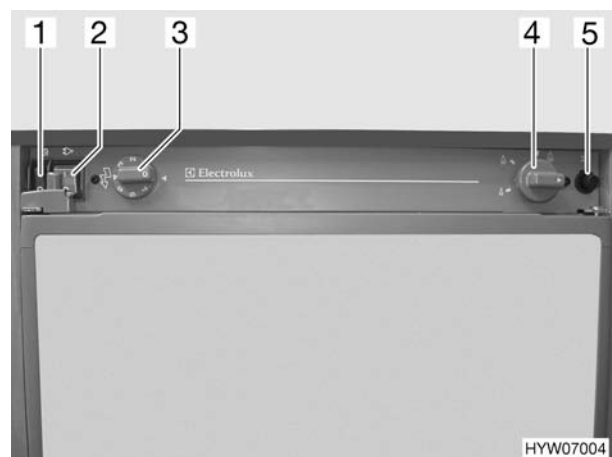

Fig. 72 Elementi di comando del frigorifero
- Posizionare l'interruttore a 230 V  (Fig. 72,2) su "0".
- Posizionare l'interruttore a 12 V  (Fig. 72,1) su "I".
- Ruotare il pomello girevole (Fig. 72,4) in posizione Fiamma alta , premerlo e tenerlo premuto finché il gas non arriva al bruciatore.
- Premere il pulsante di accensione (Fig. 72,5) due volte con forza a brevi intervalli.
- Posizionare l'interruttore a 12 V  (Fig. 72,1) su "0".
- Posizionare l'interruttore a 230 V  (Fig. 72,2) su "I".
- Impostare con il pomello girevole  (Fig. 72,3) la temperatura di refrigerazione desiderata fra "1" e "7".